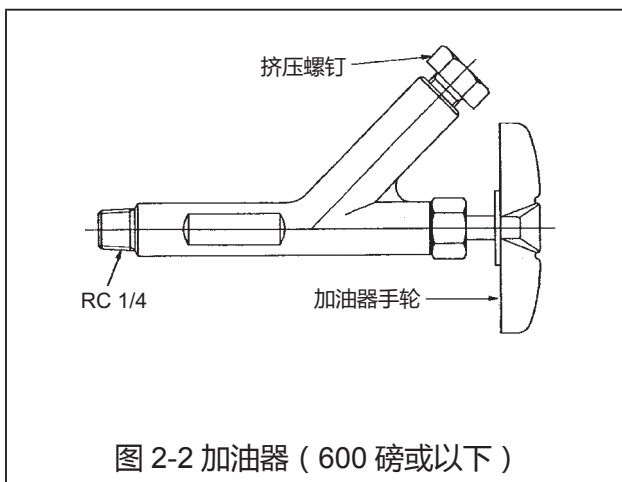

图 2-2 加油器 (600 磅或以下)
(4) 如果阀门附带如图 2-2 所示的加油器，请检查阀盖部分是否已被润滑。若要进行润滑，请松开加油器手轮然后转动挤压螺钉。如果挤压螺钉很容易转动，请按照以下提到的润滑步骤加入润滑脂。(如果挤压螺钉转动起来很重，则说明已经加入了润滑脂。)